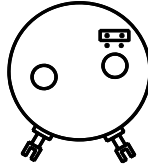

Abb.8: „80°-170° “
- Jumper oben quer für Meßbereich zwischen 80° und 170° (Abb.8)